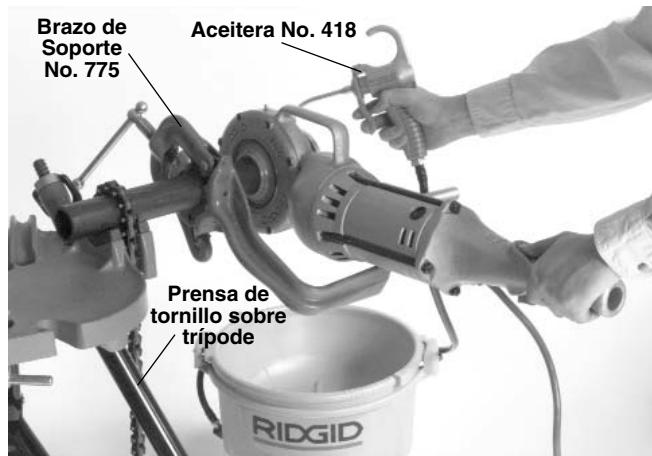

Figura 4 – Roscado de un tubo de 2 pulgadas con el Accionamiento ubicado al lado izquierdo de la Presa de tornillo
3. Asegure que la Aceitera 418 esté llena de Aceite para Roscar RIDGID. Coloque la aceitera delante de la prensa de tornillo (*Figura 4*).